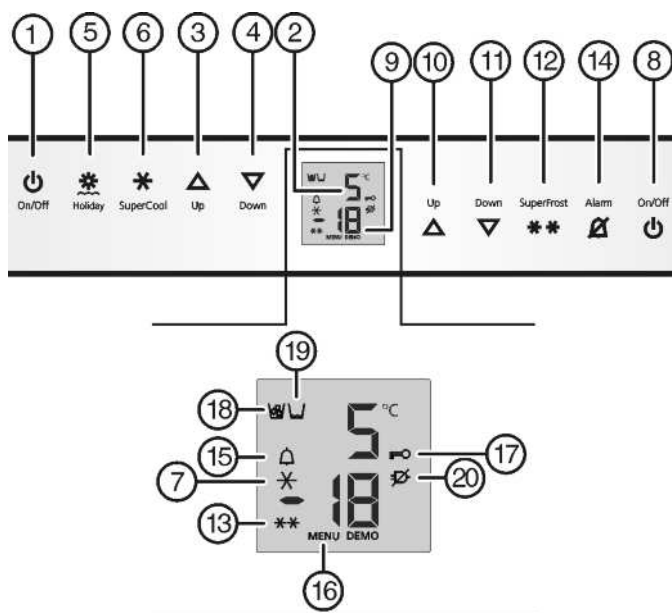

Fig. 2
- ▶ Нажмите кнопку On/Off морозильного отделения Fig. 2 (8).
- ▶ Нажмите кнопку On/Off холодильного отделения Fig. 2 (1).
- ▶ Активация режима настройки: удерживайте кнопку SuperFrost Fig. 2 (12) прилб. 5 секунд.
- ▷ Символ меню *Fig. 2 (16)* горит.
- ▶ Коротко нажмите кнопку SuperFrost *Fig. 2 (12)* для подтверждения.
- ▶ Для включения защиты от детей коротко нажмите клавишу SuperFrost *Fig. 2 (12)*.
- ▷ Символ "Защита от детей" *Fig. 2 (17)* горит. На индикации мигает **с**.
- ▶ Для выключения защиты от детей коротко нажмите клавишу SuperFrost *Fig. 2 (12)*.
- ▷ Символ защиты от детей *Fig. 2 (17)* гаснет. На индикации мигает **с**.
- ▶ Выход из режима настройки: нажмите кнопку On/Off морозильного отделения *Fig. 2 (8)*.
- ▶ Нажмите кнопку Alarm *Fig. 2 (14)*.
Одновременно мигает индикация температуры и символ тревоги *Fig. 2 (15)*.
Звуковой сигнал выключается автоматически, символ аварийного сигнала *Fig. 2 (15)* выключается и индикатор температуры перестает мигать, если температура снова становится достаточно низкой.